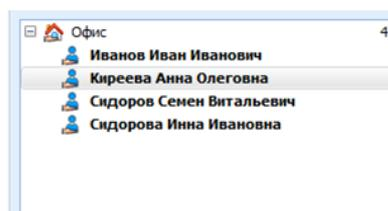

Рисунок 23.43 Новый сотрудник в списке объектов картотеки
7) После настройки свойств сотрудника – нажать кнопку **Применить**, в результате новый сотрудник появится в списке объектов картотеки (Рисунок 23.43).